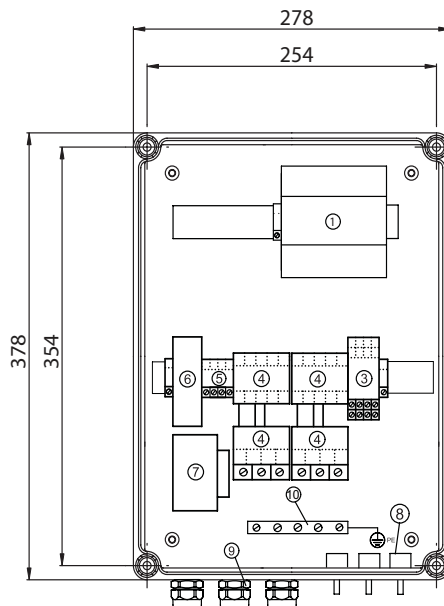

Рис. 1
- с помощью четырех винтов, вставляемых в крепежные отверстия в задней стенке шкафа, смотрите рис. 1. Засверловку отверстий в стене под крепеж необходимо выполнять сверлом диаметром 4 мм, после чего винты вставляются в крепежные отверстия и прочно затягиваются. Затем на винты надеваются пластмассовые колпачки, входящие в комплект поставки (для степени защиты IP 55).
На рис. 1 показано *внутреннее* устройство шкафа управления LCD 107 (LC 107 имеет ту же конструкцию).
Наименование позиций, указанных на рис. 1 и 2